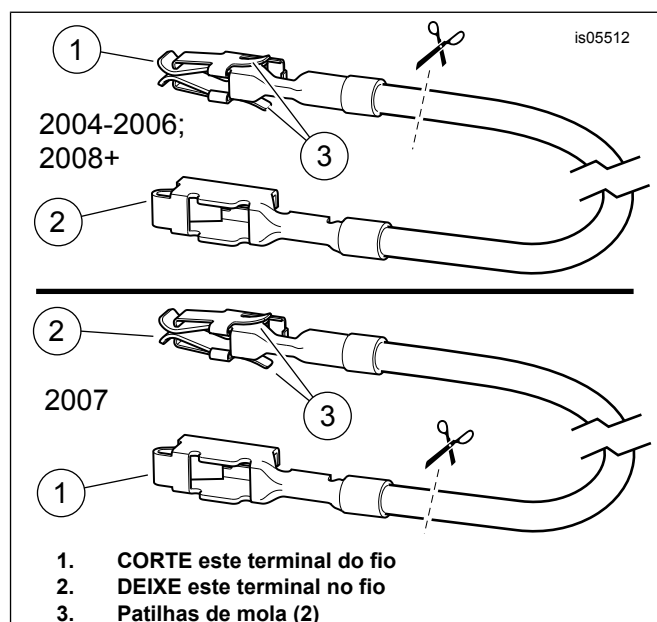

Figura 13. Fio adaptador do bloco de fusíveis (FL Touring)
2. Obtenha o fio adaptador de bloco de fusíveis cor de laranja/branco (9) do kit. **Modelos ano 2004 até 2006:** anote o terminal em cada extremidade (consulte Figura 13, **vista superior**). Apenas o terminal **SEM patilhas de mola** cabe na cavidade do fusível. Corte cuidadosamente o terminal **COM** patilhas de mola do fio e elimine-o. **Modelos ano 2007:** anote o terminal em cada extremidade (consulte Figura 13, **vista inferior**). Apenas o terminal **COM as patilhas de mola** cabe na cavidade do fusível. Corte cuidadosamente o terminal **SEM** patilhas de mola do fio e elimine-o.